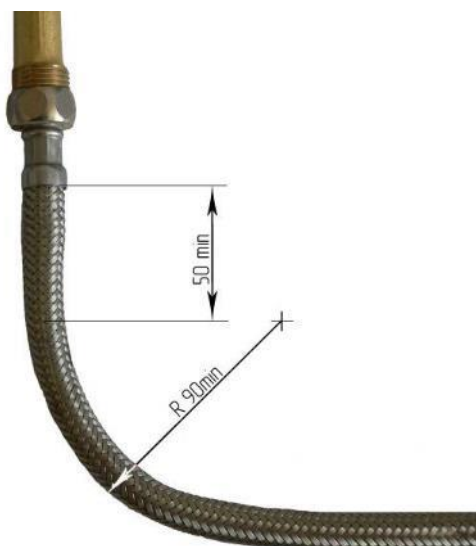

Рис. 3. Требования к монтажу гибких шлангов
- установку шланга с изгибом вблизи наконечников. Длина участка шланга у заделки, который не должен подвергаться изгибу, должна быть не менее 50 мм. Минимально допустимый радиус изгиба шланга, измеряемый по внешней образующей, должен составлять 90 мм (см. рис. 3).